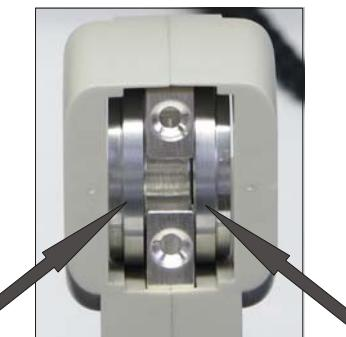

Fig. 1 Receptor da cabeça de medição com anéis de montagem inseridos
- Inserir os anéis de montagem na esquerda e direita do receptor da cabeça de medição (ver Fig. 1).